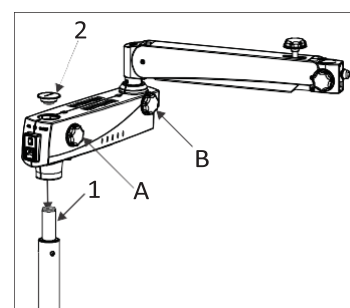

Fig. 3
Assurez-vous de desserrer le bouton de verrouillage du bras pivotant (A). Installer le pivot bras assemblée sur le droit holding arbre (1) figure 3.